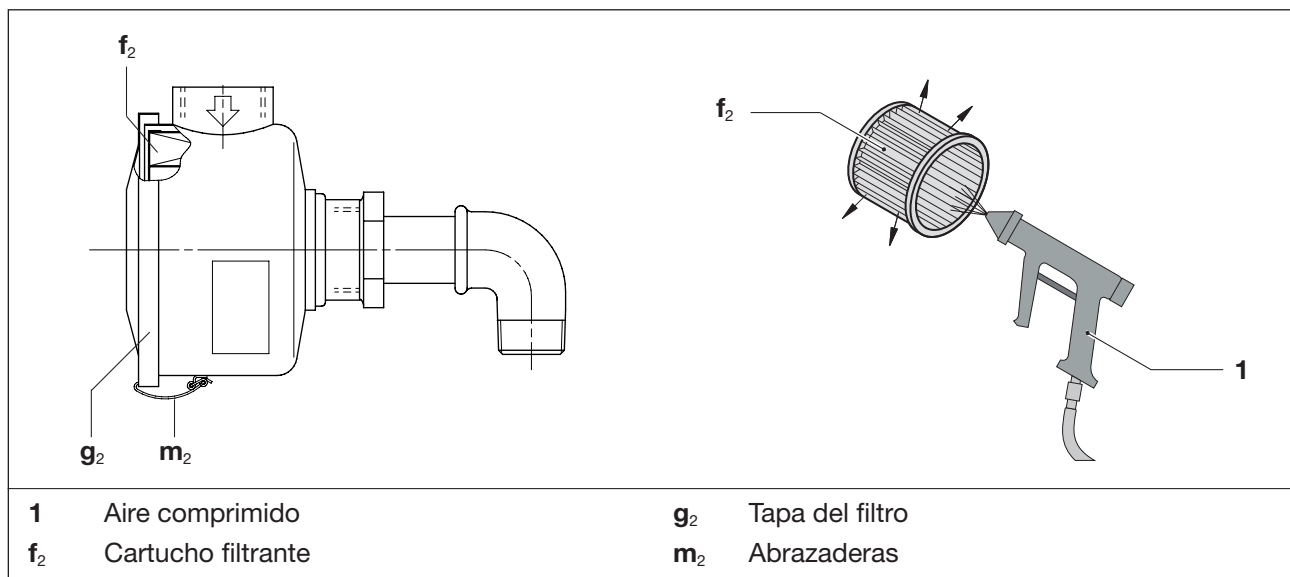

Fig. 8 Filtro de aspiración al vacío
El cartucho filtrante (Fig. 8/f₂) del filtro de aspiración de vacío (Fig. 2/S) se debe limpiar mensualmente o con más frecuencia soprándolo desde dentro hacia fuera.
- Aflojar las abrazaderas (Fig. 8/m₂) de la tapa del filtro (Fig. 8/g₂).
- Retirar el cartucho filtrante (Fig. 8/f₂) del filtro y limpiarlo o sustituirlo.
- Volver a introducir el cartucho filtrante en el filtro y ajuste la tapa del filtro (Fig. 8/g₂) con las abrazaderas.